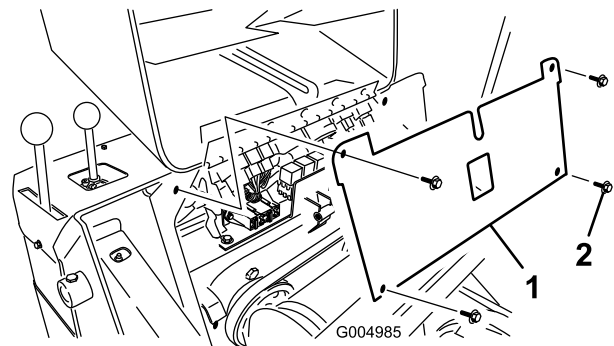

Figure 42
4. Retirez les 4 vis de fixation du panneau de fusibles et tirez le panneau vers vous puis vers le haut pour le déposer (Figure 42).